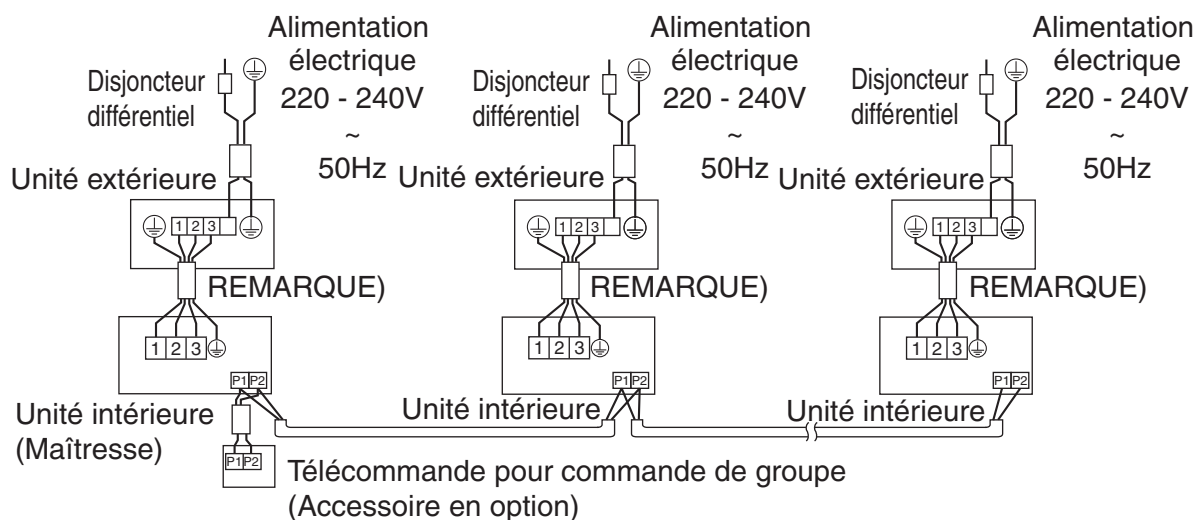

Fig. 33
(Toutes les unités intérieures fonctionnent depuis la télécommande). (**Reportez-vous à la Fig. 33**).
- (1) Retirez le couvercle du boîtier de commande. (reportez-vous au chapitre “9. MODE DE RACCORDEMENT DES CÂBLES ET EXEMPLE DE RACCORDEMENT”.)
- (2) Établissez un croisement entre les bornes (P1, P2) du boîtier de commande pour la télécommande. (il n’y a pas de polarité) (**Reportez-vous à la Fig. 33 et au Tableau 3**).